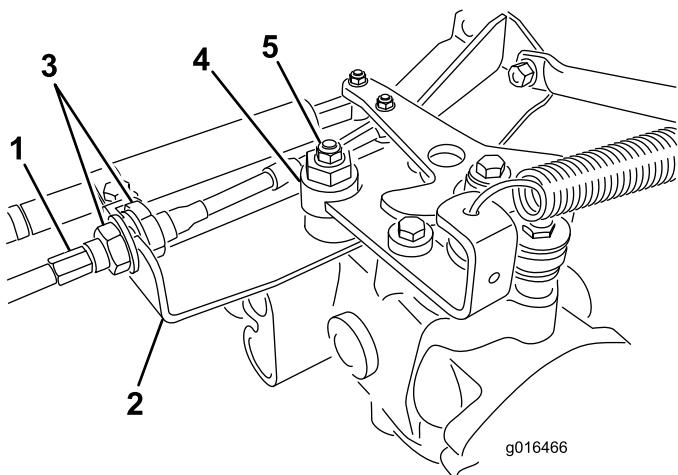

Bild 42
- A. Lösen Sie beide Klemmmuttern, mit denen der Fahrantriebs-Bowdenzug an der Trennwand am Hydrostat befestigt ist (Bild 42). Achten Sie darauf, dass die Klemmmuttern gleichmäßig gelockert sind und eine ausreichende Einstellung ermöglichen.
- B. Lösen Sie die Mutter, mit der der Exzenter oben am Hydrostat befestigt ist (Bild 42).
D. Drehen Sie den Exzenter, bis kein Kriechen in jeder Richtung auftritt. Ziehen Sie die Schraube fest, wenn sich das Rad nicht mehr dreht, um den Exzenter und die Einstellung zu arretieren (Bild 42). Überprüfen Sie die Einstellung mit dem Gasbedienungshebel auf Langsam“ und auf Schnell“.
E. Ziehen Sie die Sicherungsmuttern, mit denen der Bowdenzug an der Trennwand befestigt ist, **gleichmäßig** von der Innenseite der Trennwand fest (Bild 42). Verdrehen Sie nicht den Bowdenzug.